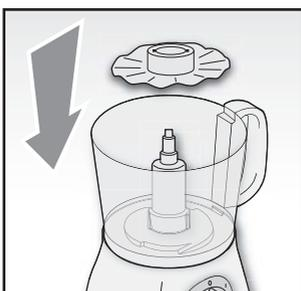

Fig. 6
Installare il disco per montare (H) sul supporto lama (D). Le fessure presenti al centro del disco devono essere rivolte verso l'alto e coincidere con le tacche presenti sul supporto lama. Premere il disco sul supporto lama (Fig. 6).